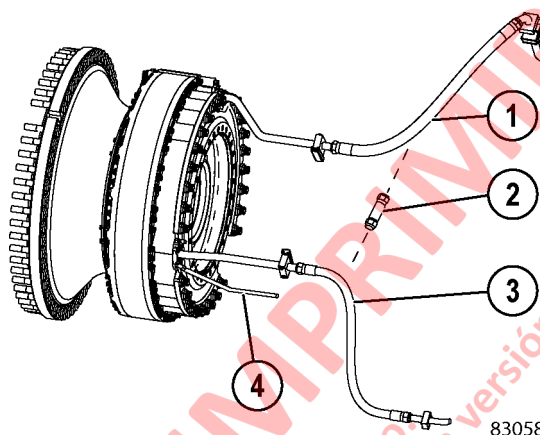

FIGURA 10-7. LÍNEAS DE Freno DE LAS RUEDAS DELANTERAS
11. En el conjunto del freno delantero izquierdo, conecte las mangueras de enfriamiento (1 y 3, Figura 10-7) con un adaptador (2). Tape todos los acoples abiertos en el conjunto del freno. En el conjunto del freno delantero derecho, conecte las dos mangueras de enfriamiento con otro adaptador. Tape todos los acoples abiertos en el conjunto de freno.